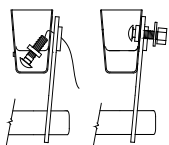

Figura 2.
6. Levante el enganche a su posición. Empuje el perno de carruaje de 7/16 (solamente) con el alambre de halar unido en el larguero del bastidor. Instale el espaciador (pieza 14) en el alambre y hale el alambre a través del soporte del lado del pasajero y eleve el lado del pasajero a su posición. Ver Figura 2. Hale el perno de carruaje de 7/16 a través del espaciador e instale los fijadores sin apretar. Instale sin apretar el perno M12 dentro de la tuerca de manija. Ver Figura 1.
10. Vuelva a instalar el canister de vapor de combustible si se bajó en el paso 4. Use las (3) arandelas planas de 5/16" para espaciar el canister hacia abajo, vuelva a usar los pernos M6 originales.